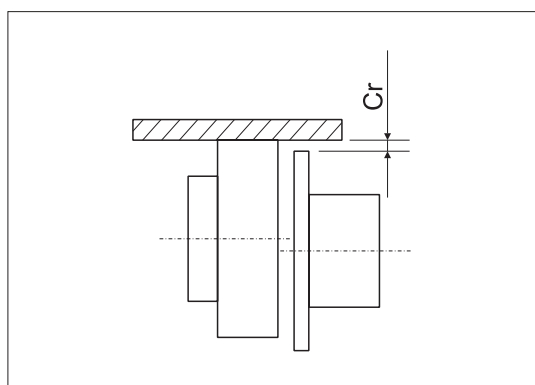
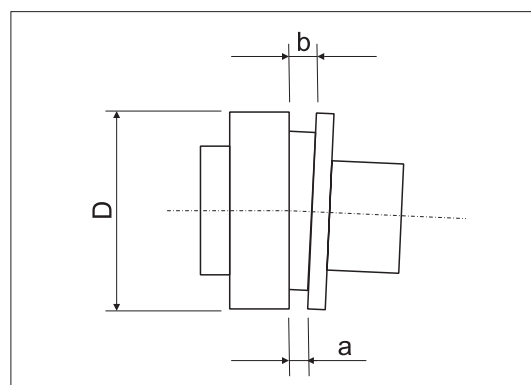

FIG. 23 (Allineamento e centraggio del giunto d'accoppiamento)
FIG. 24 (Allineamento e centraggio del giunto d'accoppiamento)
5.6.5.1- Allineamento e centraggio del giunto d'accoppiamento (FIG. 23, FIG. 24 e TAB. 13)
CENTRAGGIO RADIALE (FIG. 23)
CENTRAGGIO ANGOLARE (FIG. 24)